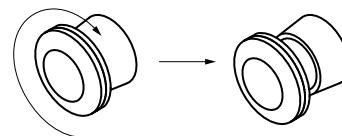

Abb. 5.2 Freigabe des NOT-AUS Schalters (**E-STOP**).
3. Vergewissere Dich, dass der NOT-AUS Schalter (**E-STOP**) gelöst ist. Wenn nicht, drehe ihn im Uhrzeigersinn bis zum Anschlag und lass ihn los (Abb. 5.2).